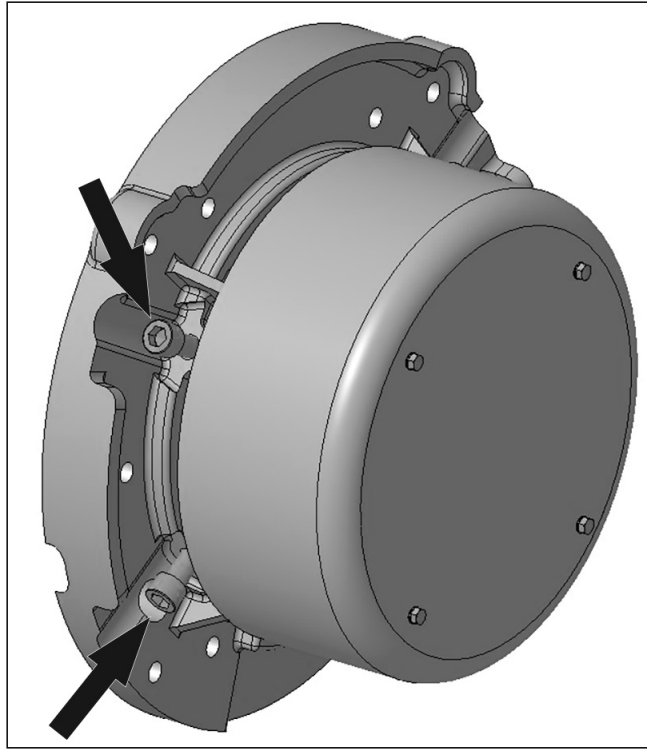

图 15. 转子运输支撑螺钉拆卸和安装说明
4. 用 4 个随附的堵洞螺钉替换运输支撑螺钉，并拧紧至 50 Nm。请参阅：图 15 在第 xx 页 25。
2. 找到并取下非驱动端轴承盖上的 4 个堵洞螺钉。请参阅：图 15 在第 xx 页 25。